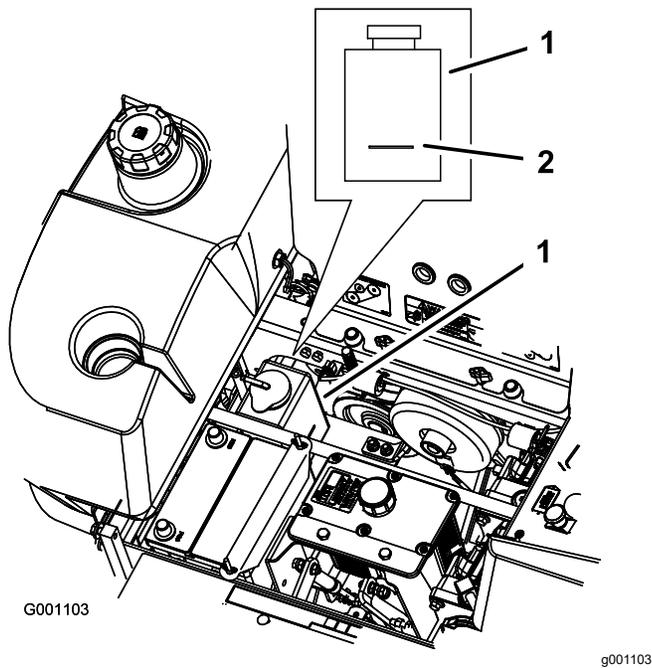

Рисунок 79
4. Проверьте уровень жидкости в расширительном бачке системы охлаждения на холодном двигателе. Уровень жидкости должен доходить до выпуклой линии на наружной стороне расширительного бачка (Рисунок 79).
5. Если уровень охлаждающей жидкости низкий, долейте в расширительный бачок смесь антифриза с увеличенным сроком службы / Dex-Cool® с водой в соотношении 50/50 (Рисунок 79).
6. Долейте смесь охлаждающей жидкости с водой в соотношении 50/50 в расширительный бачок до контрольной линии на бачке (Рисунок 79).